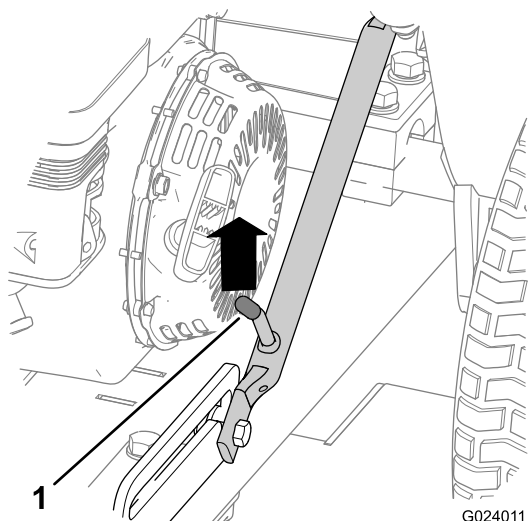
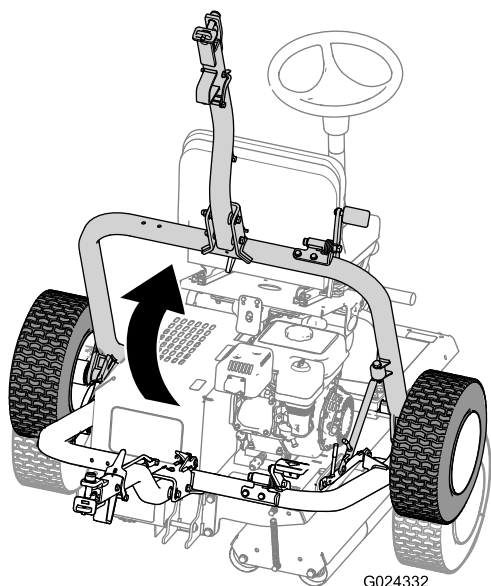

图24
图28
- A. 向上推动挂钩组件直至门锁杆从滑块锁销中松开 图24。
- D. 提起挂钩 (图28)、直到门锁杆锁入滑块锁销 (图24)。